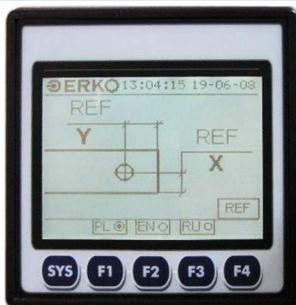

Рис.24
- После выполнения вышеперечисленных операций измерительная система будет обнулена (рис.24).